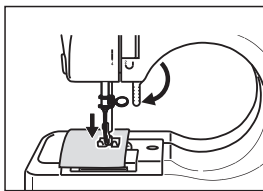

Fig.8
3. Baje el prensatelas (Fig. 8).